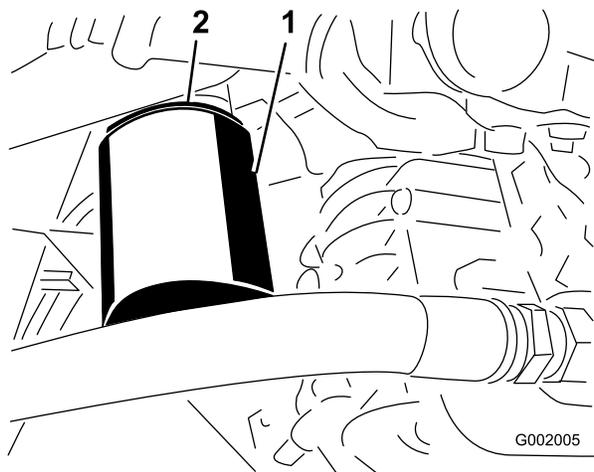

Bild 66
- Entfernen Sie den Filter (Bild 66).